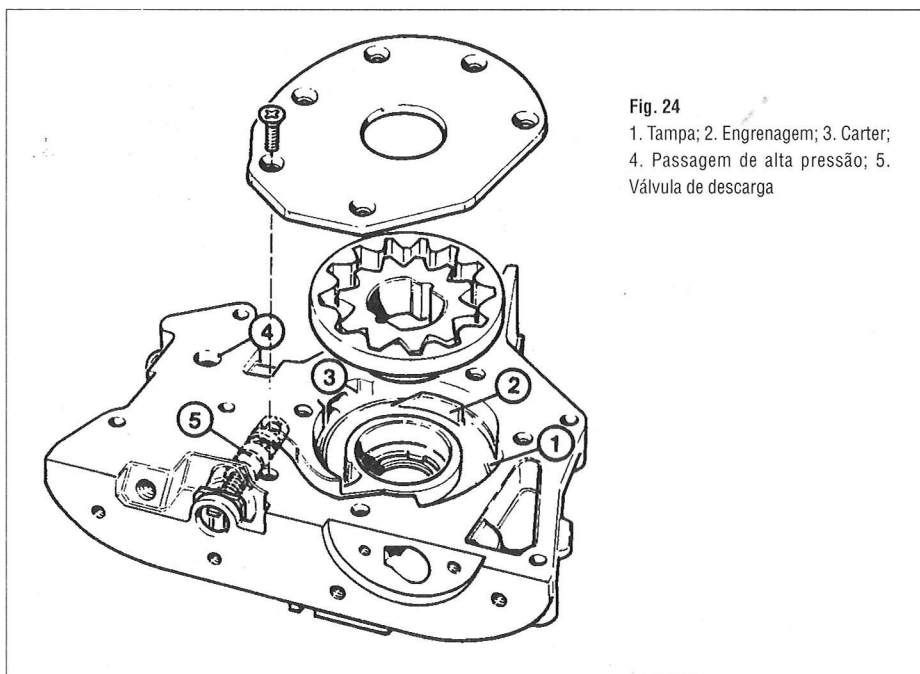

Fig. 24
2.2.5.1. Bomba de óleo (Fig. 24)